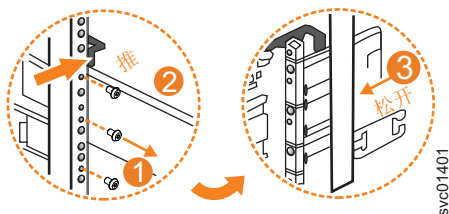

图 111. 从后部机架支架中卸下导轨组合件
3. 卸下用于将内部导轨部件连接到后部支架的两颗螺钉，如第 123 页的图 111 中所示。
4. 向前拉动导轨以使其脱离后部支架，如图 111 中所示。